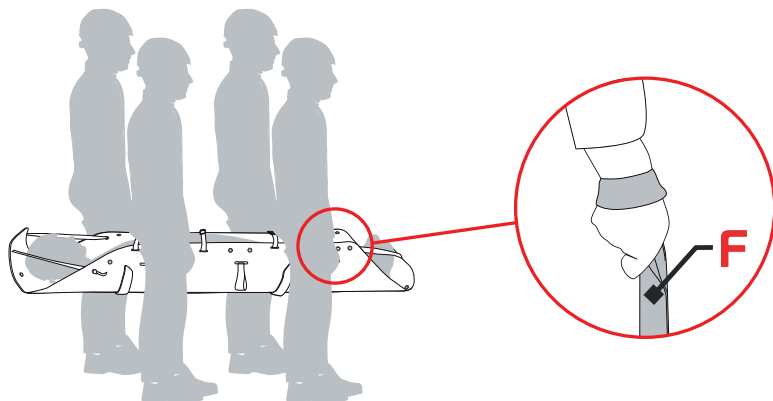

Fig.16
Trasporto mediante le maniglie (F) (fig. 16):	250 kg
- **Trasporto mediante le maniglie (F) (fig. 16)**